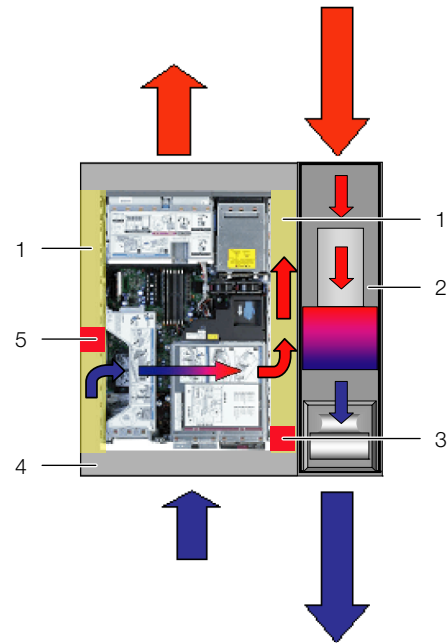

Abb. 14: Anordnung der Schaumstoffstreifen bei seitlich durchströmten Geräten (Draufsicht)
- Sind im Serverschrank mehrere seitlich durchströmte Geräte eingebaut, schneiden Sie entsprechend mehrere Stücke aus dem Schaumstoffstreifen heraus, so dass sich schließlich auf der Höhe jedes seitlich durchströmten Geräts links oder rechts am Serverrack eine Aussparung im Schaumstoffstreifen befindet. Achten Sie darauf, dass sich auf der Warmluftseite der Geräte keine Aussparungen befinden (Abb. 14, Pos. 3).
- Befestigen Sie diese Schaumstoffstreifen nach hinten versetzt auf der Kaltluftseite der Geräte (Abb. 14, Pos. 5). Achten Sie darauf, die Streifen so anzubringen, dass alle in den Geräten verbauten Lüfter Kaltluft ansaugen können bzw. dass keiner der Lüfter verschlossen wird.
Die Schaumstoffstreifen können zwischen der vorderen und hinteren Stütze des Serverracks über die gesamte Tiefe an den seitlich durchströmten Geräten angebracht werden (Abb. 14, Pos. 1).